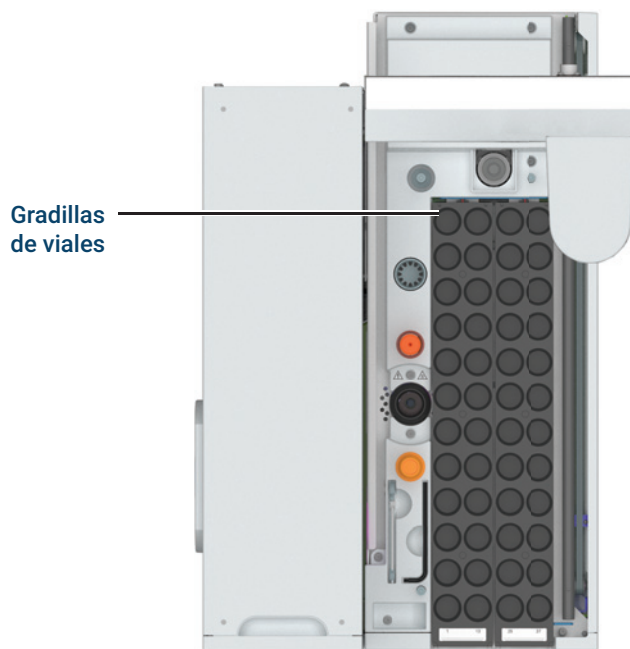

Figura 12. Posiciones de los viales en la bandeja (se muestra la bandeja de 48 viales, la bandeja de 120 es similar)
- 2 Coloque los viales de muestra con tapa en la bandeja como desee. Consulte la sección **Figura 12**.